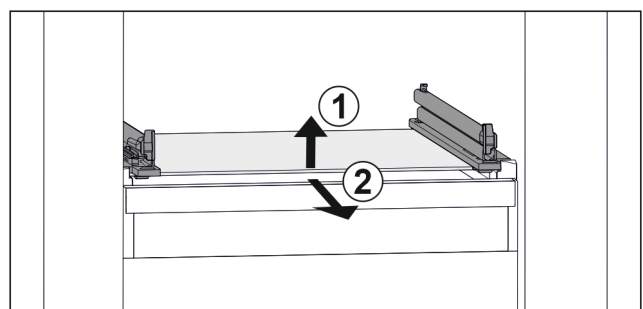

Fig. 112 Примерное отображение стеклнной пластины
- ▶ Приподнимите стеклнную пластину спереди. Fig. 112 (1)
- ▶ Извлеките стеклнную пластину движением вперед. Fig. 112 (2)